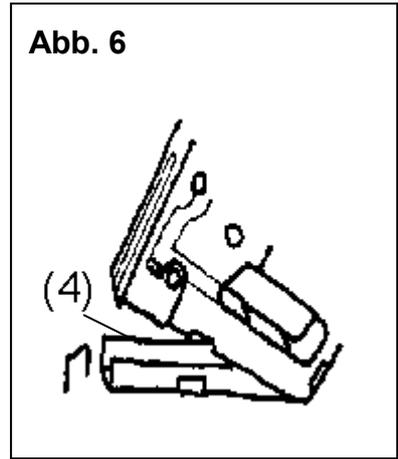

Abb. 6
- Klammerblockierungen können durch Entnahme der Eintreibmittel beseitigt werden (Abb. 6). Ziehen Sie die beiden Einschublaschen (5) zurück und klappen Sie das Magazin (4) nach unten auf. Entfernen Sie verklemmte Klammern oder Nägel mit einer Spitzzange und drücken Sie das Magazin wieder nach oben, um es zu schließen.